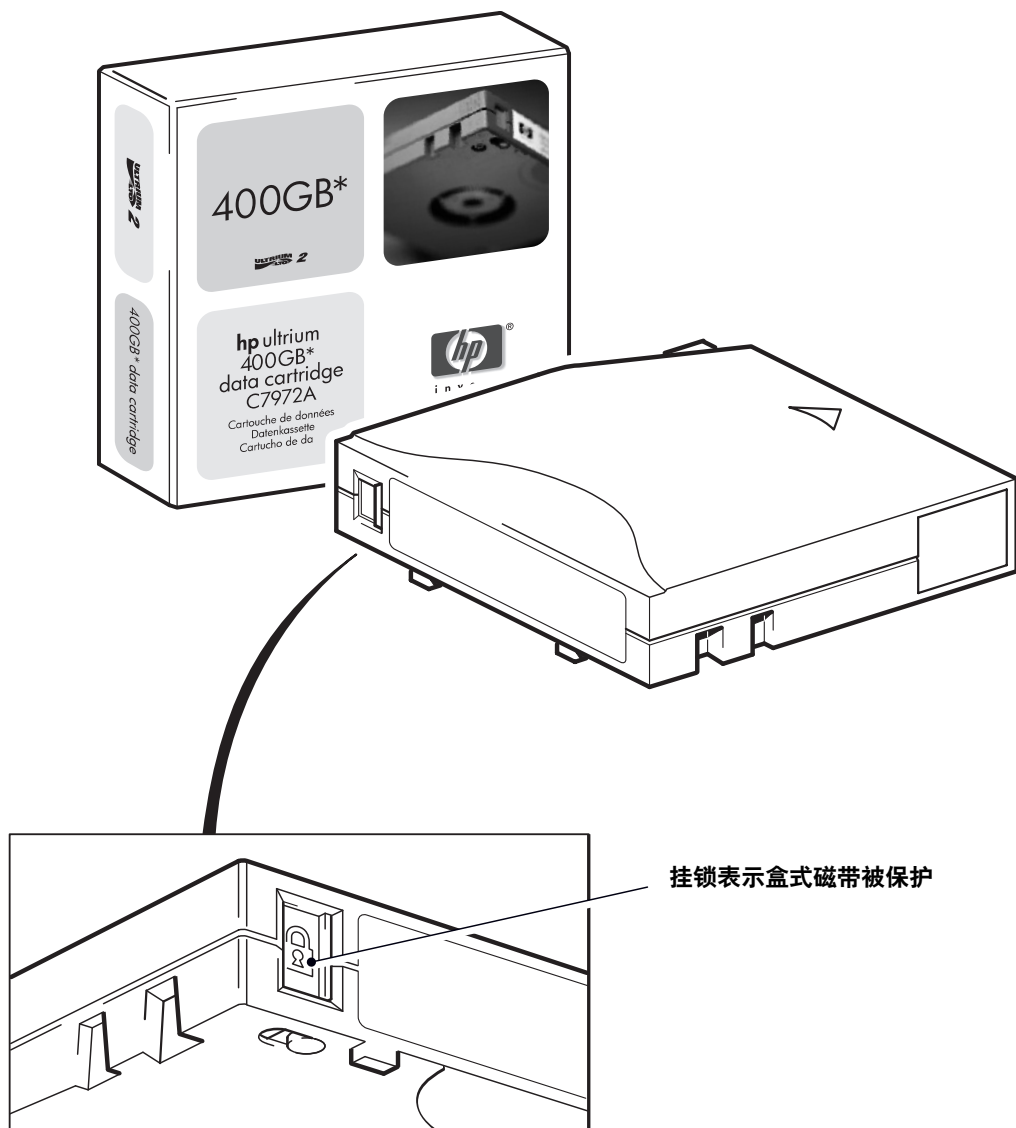

图 11：对盒式磁带设置写保护
- 要将盒式磁带设为可写，请将红色槽片向后滑动，以露出小孔，然后再将盒式磁带装入磁带机。图 11 说明了写保护标签的位置。